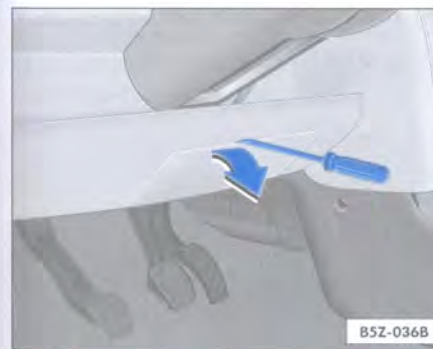

Fig. 144 Lado izquierdo del cuadro de instrumentos: caja de fusibles
La caja de fusibles en el cuadro de instrumentos está ubicada detrás de una cubierta ⇒ fig. 144.
– Retire la cubierta, con cuidado, tirándola en el sentido de la flecha ⇒ fig. 144.